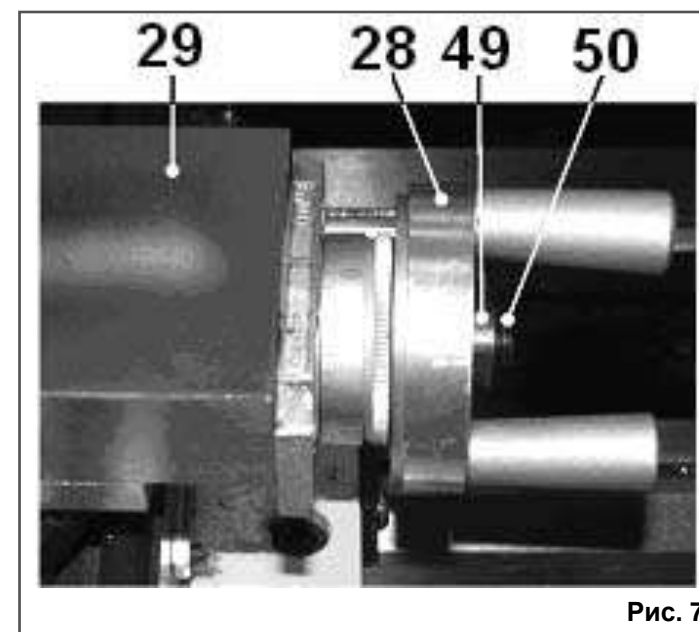

Рис. 7
9.4. Регулировка перемещения ходовых винтов суппортов (Рис. 7, 8)
ние маховика подачи (28) поворотного суппорта (29) должно быть свободным и плавным. Поворотом против часовой стрелки винта (50) зафиксируйте положение гайки (49), Рис. 7.